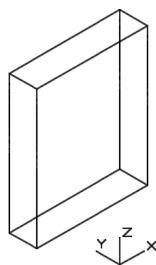

图 14-13 绘制舌形板
1) 单击“坐标”面板的“世界”按钮,选择“创建”面板→“长方体”命令。任意指定一点为长方体底面的一个角点,指定长方体另一角点“@40,10”,指定高度10,结束命令如图14-13所示。